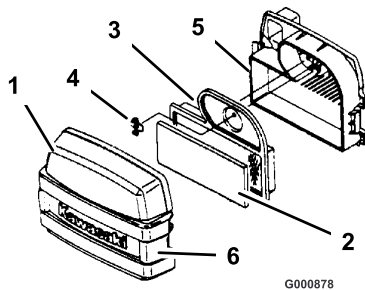

Bild 27
- Reinigen Sie den Bereich um den Luftfilter herum, um zu verhindern, dass Schmutz in den Motor fällt und Schäden verursacht. Lösen Sie beide Seitenriegel und nehmen die Luftfilterabdeckung ab (Bild 27).
- Schieben Sie den Schaumeinsatz vorsichtig vom Papiereinsatz herunter (Bild 27).
- Schrauben Sie die Flügelmutter los und entfernen Sie den Papiereinsatz (Bild 27).
1. Schieben Sie den Schaumeinsatz vorsichtig auf den Papiereinsatz (Bild 27).
2. Schieben Sie die Luftfiltergruppe auf das Luftfilterunterteil und drehen die Flügelmutter auf (Bild 27).
3. Bringen Sie die Luftfilterabdeckung an und schließen Sie die Riegel (Bild 27).